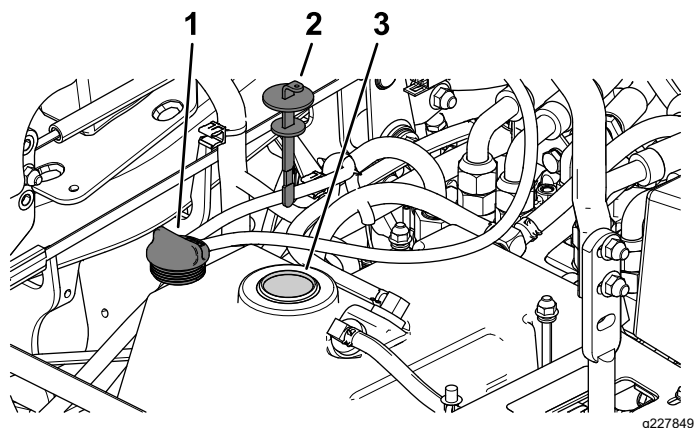

Figura 67
5. Retire el tapón del depósito hidráulico (Figura 67).
6. Retire la varilla y límpiela con un paño limpio (Figura 67).